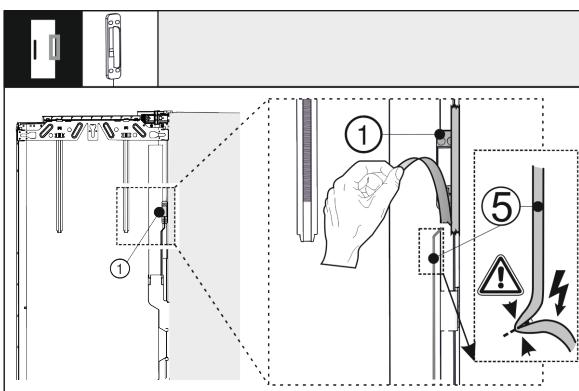

Fig. 40
- Lironi sensorin e trokitjes Fig. 40 (1) nga dera e jashtme. Mos dëmtoni kabllon e lidhjes Fig. 40 (5).